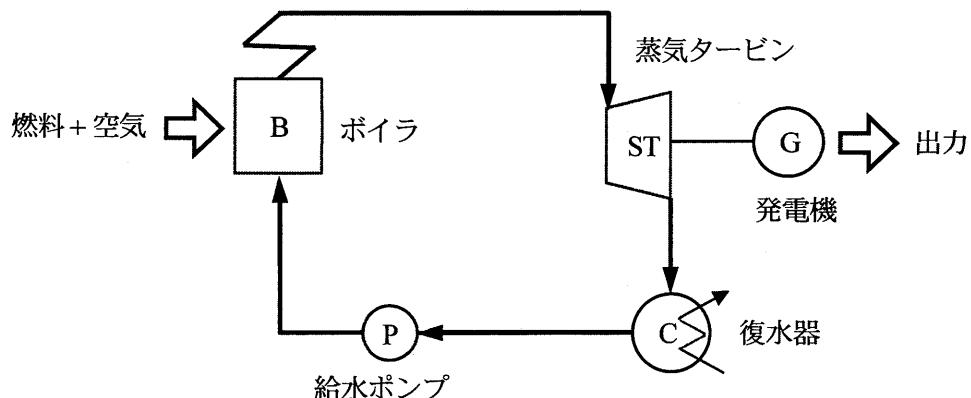
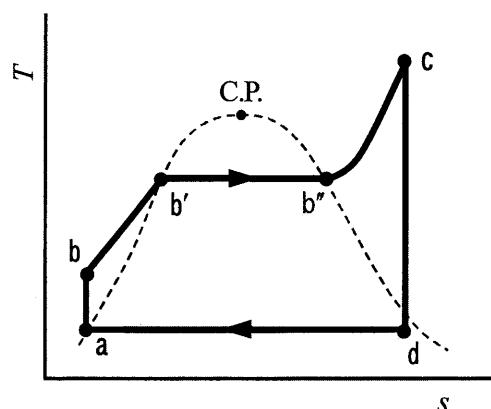
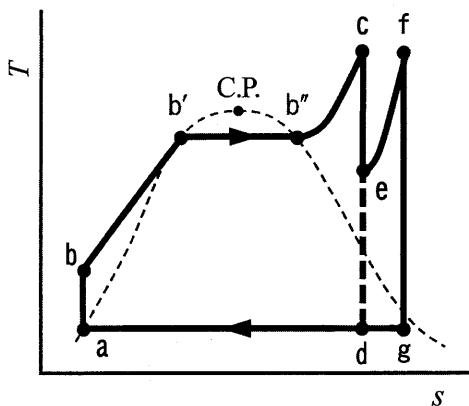

図1
図2
図3
図1に蒸気原動所の基本的な構成を、図2にその作動流体である蒸気のサイクルにおける温度Tと比エントロピー s の関係を示す。図2において、C.P.は臨界点を示しており、臨界点より左側の破線は飽和液線を、右側の破線は飽和蒸気線を示している。ここで、図中のa~d (b', b")を含む)は作動流体の熱力学的状態点を示す。また、作動流体の比エンタルピーを h とし、各状態点の状態量を表す記号にはその状態点の記号(a~d)を添字として用いる。
2) いま、図2に示す $a - b - b' - b'' - c - d - a$ の基本サイクルを考える。
3) 図3は、図2の基本サイクルの効率を向上させたサイクルである。図中のa～g (b'、b''を含む) は、図2と同様に作動流体の状態点を示す。
- ii) 図2の基本サイクルの理論熱効率計算と同様に、この効率向上を取り入れたサイクルの理論